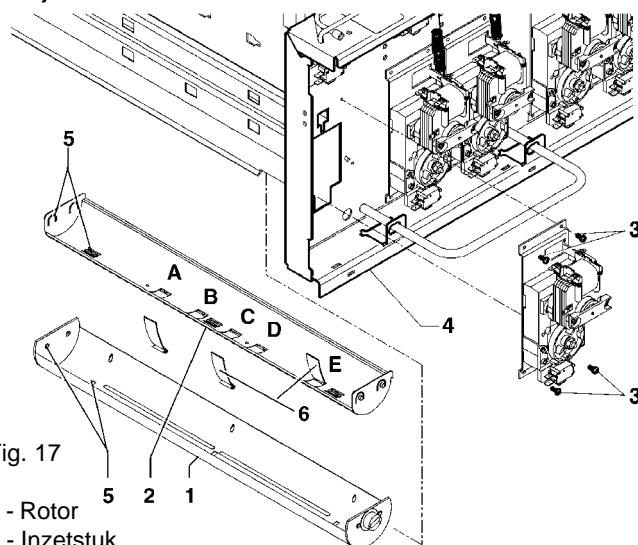

Fig. 17
- om de rotor voor te bereiden voor de distributie van 4 rijen blikjes is het nodig de drie antidiefstalplaatjes in de daarvoor bestemde inkepingen te schuiven (zie fig. 17). De plaatjes verhinderen dat de blikjes in de rotor glijden, wanneer deze gedeeltelijk leeg is. De plaatjes moeten in de inkepingen B-D-E worden geschoven voor blikjes van 250cc, en in de inkepingen A-C-E voor de blikjes van 330 en 355 cc.